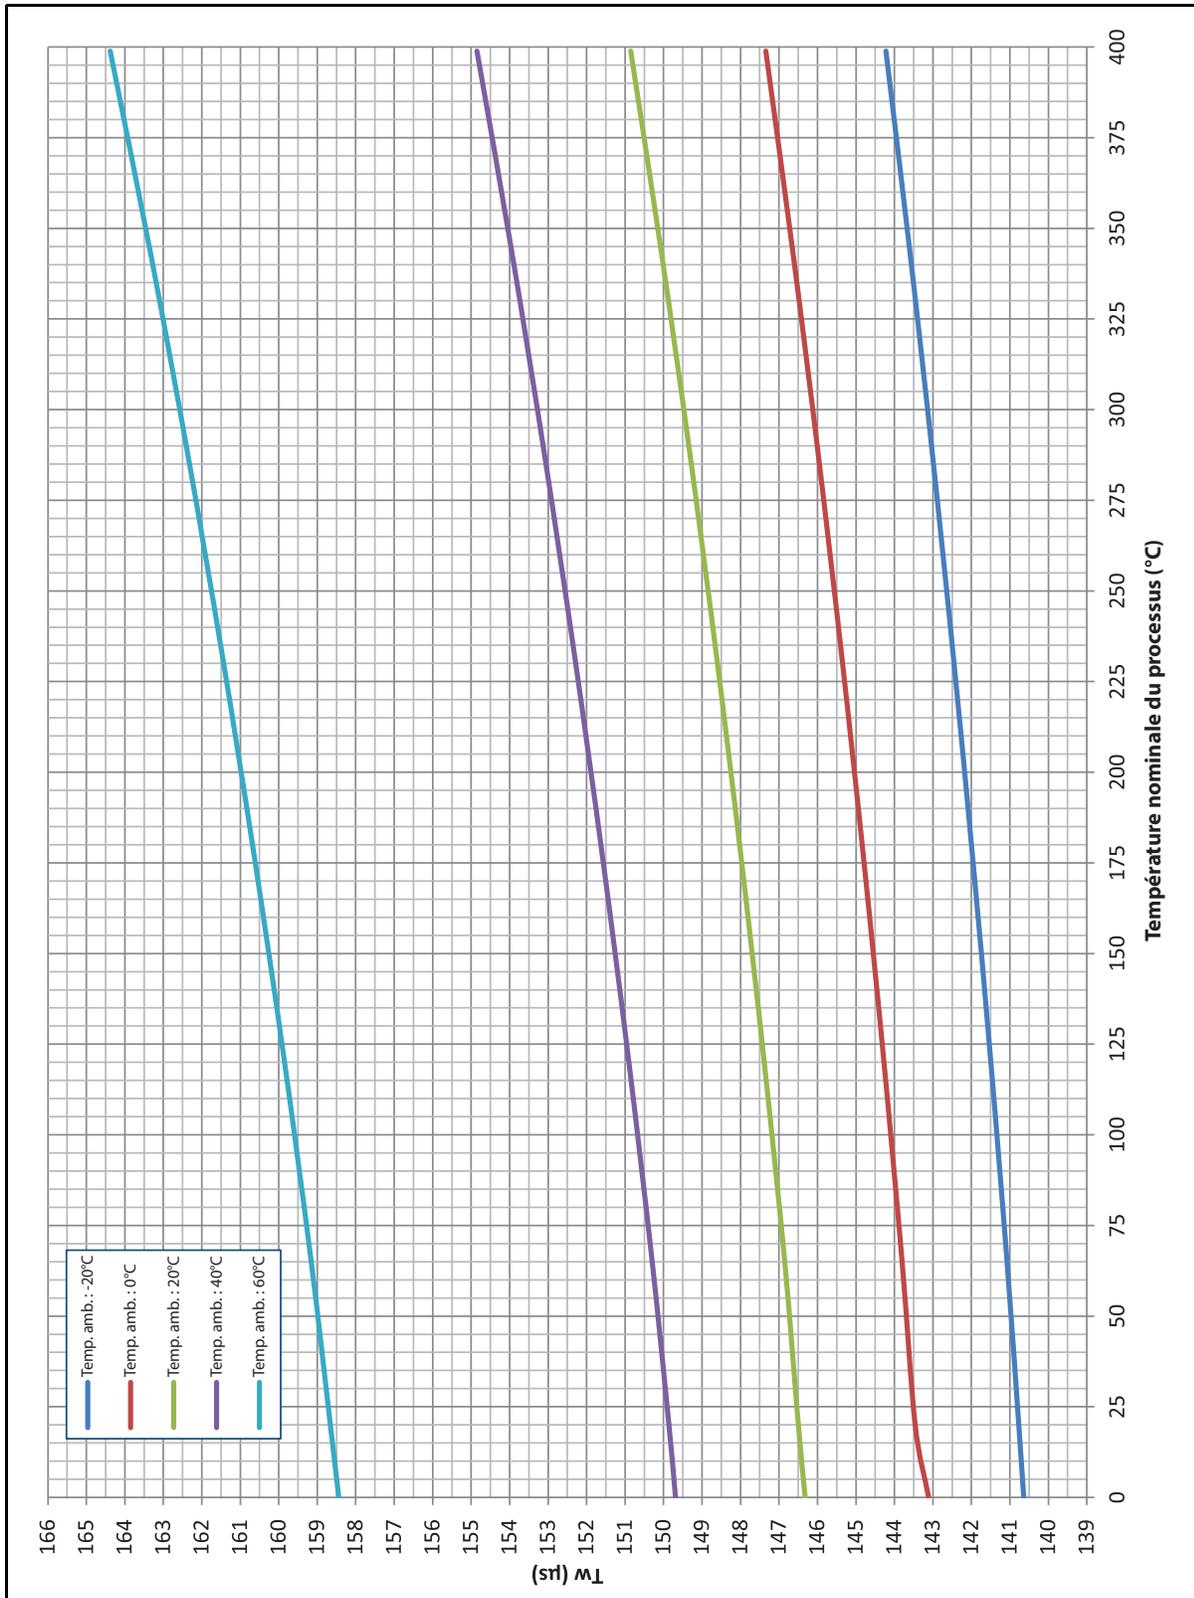
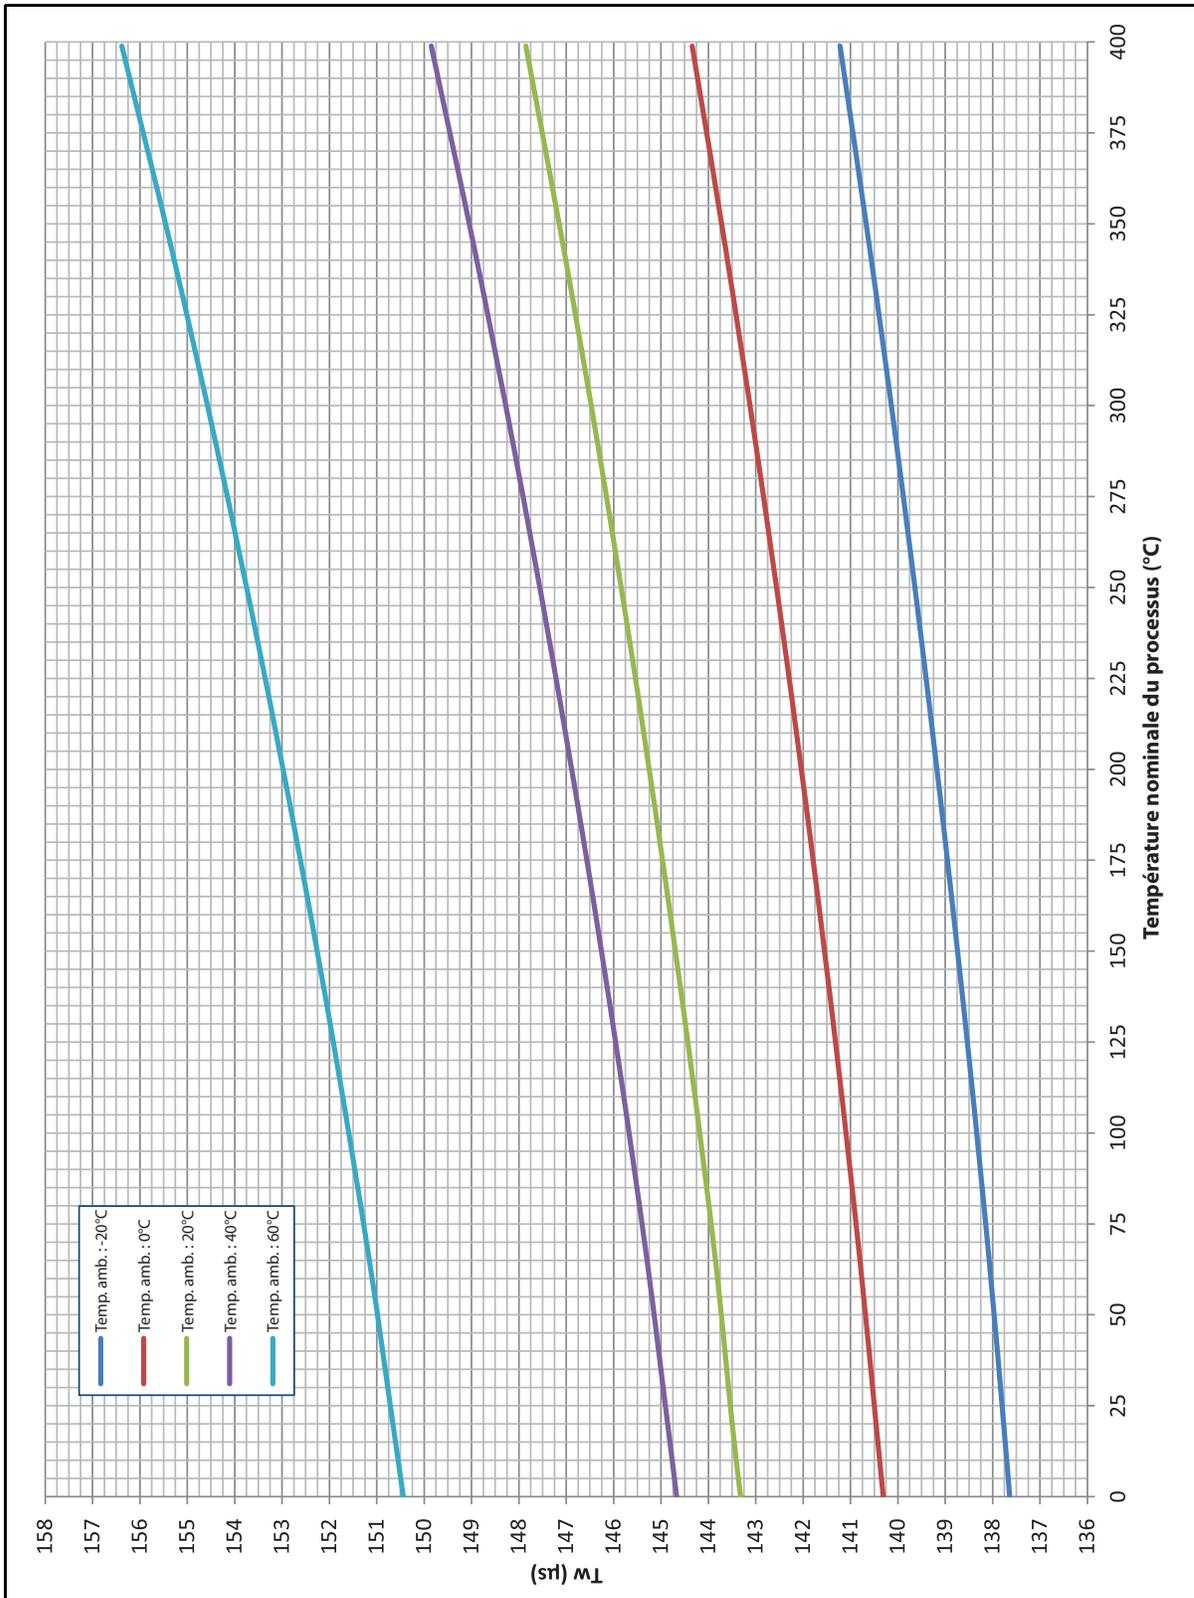

Figure 5: graphique n° 1:  $T_w$  pour les transducteurs de 0,5 MHz
Figure 6: graphique n° 2 :  $T_w$  pour les transducteurs de 1,0 MHz
- **Tw** : la valeur Tw (time in wedge) est déterminée à partir de la fréquence du transducteur, la température nominale du processus et la température ambiante à l'aide du graphique n° 1 (Figure 5 on page 8) pour un transducteur de 0,5 MHz ou du graphique n° 2 (Figure 6 on page 9) pour un transducteur de 1,0 MHz.